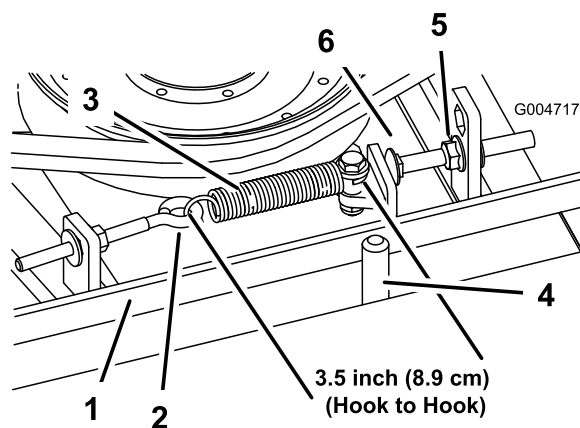

Figura 97
Cuando está correctamente tensado, la longitud interior (entre ganchos) del muelle de extensión debe ser de 8,27 cm a 9,53 cm aproximadamente. Una vez que haya obtenido la tensión correcta del muelle, ajuste el perno de tope (perno de cuello cuadrado) hasta que quede aproximadamente 0,17 a 0,4732 cm de holgura entre la cabeza del perno y el brazo tensor (Figura 97).
Nota: Asegúrese de que la correa está colocada en el lado del muelle de la guía de la correa (Figura 97).
2. Afloje el perno de ojal para poder retirar el muelle de extensión (Figura 97).
3. Afloje la tuerca con arandela prensada que fija el perno de tope a la pestaña de montaje, y aparte la polea tensora de la correa para aliviar la tensión de la correa (Figura 97).
9. Conecte el muelle de extensión (Figura 97) al perno de ojal y tense la correa de la siguiente manera: